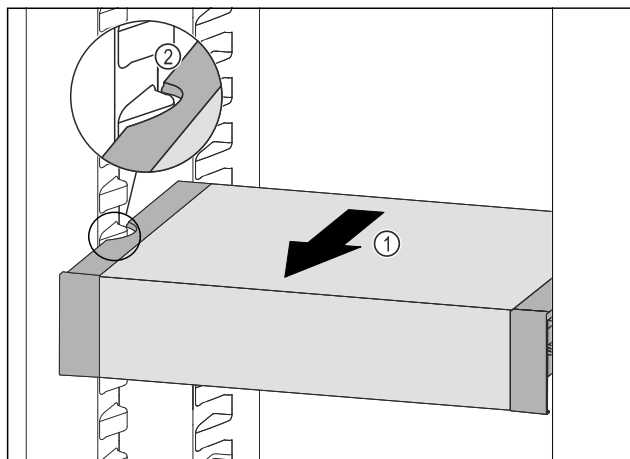

Fig. 80
- VarioSafe nach vorne ziehen Fig. 80 (1), bis sich die seitlichen Aussparungen des VarioSafes auf Höhe der Behälterrippe im Kühlteil befinden. Fig. 80 (2)